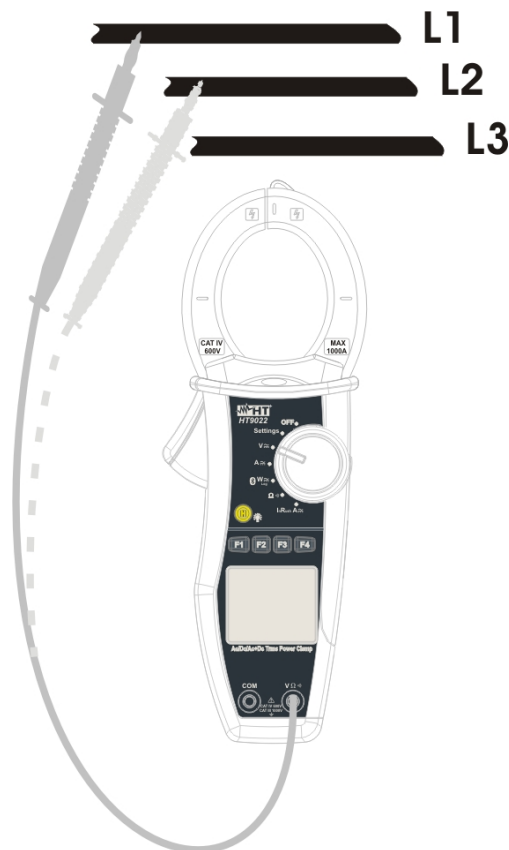

Fig. 7: verificação da Sequência das fases
2. Inserir o cabo vermelho no terminal de entrada $V\Omega$ e ligar a ponteira Vermelha à fase L1 (Fig. 7).